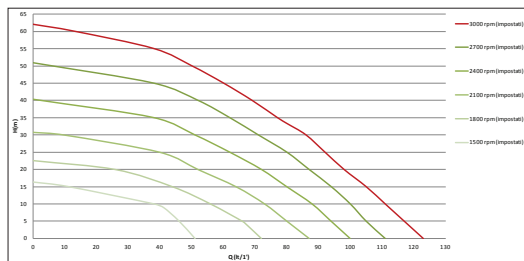
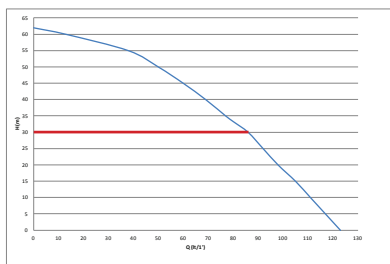

Fig. 6
Fig. 7
Diagrammet i Fig. 6 visar en karakteristisk röd kurva över elpumpens hydrauliska kapacitet vid max. rotationshastighet (pump ej styrd av inverter). Följande kan utläsas:
Samma diagram i Fig. 6 visar andra karakteristiska gröna kurvor vilka motsvarar minskade rotationshastigheter för samma elpump. Invertern modulerar automatiskt elpumpens rotationshastighet vilket gör att elpumpen kan växla funktion mellan de karakteristiska kurvorna samtidigt som det inställda trycket förblir jämnt (SP). Kurvan för systemet som styrs av invertern blir i praktiken den i Fig. 7 (standardvärde SP = 3,0 bar).